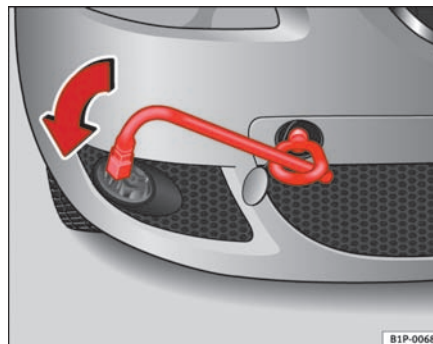
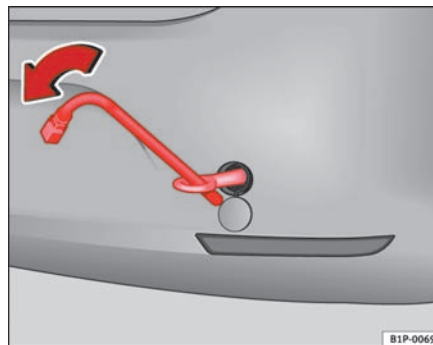

Fig. 174 Foran i højre side: Sådan skrues slæbøjlet på foran.
Fig. 175 Sådan skrues slæbøjlet på bagpå.
- Skru slæbebøjlet i hullet med gevind foran ⇒ side 238, fig. 174 eller bagpå ⇒ side 238, fig. 175. Du skal dreje det *mod venstre* i pilens retning og så langt ind, som det kan komme.